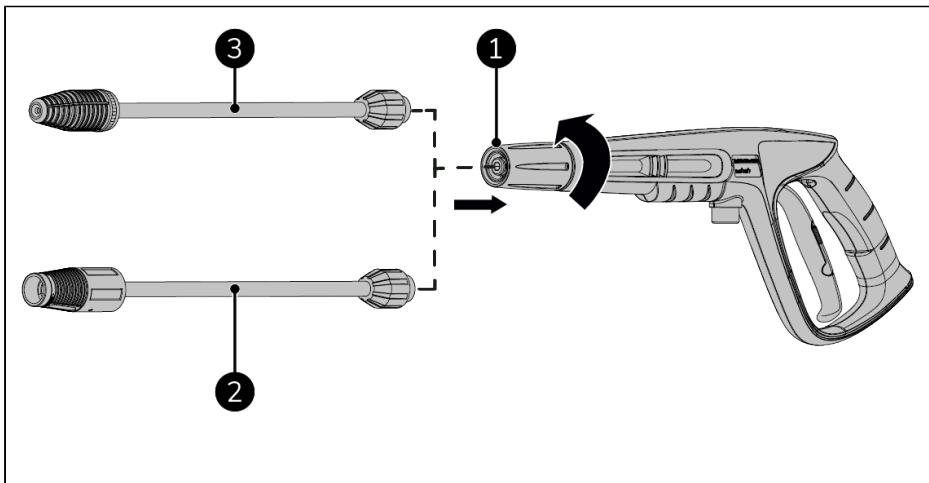

Figure 78.
- Vissez (fermement) sur le pistolet à jet (Figure 78, pos. 1) l'une des buses suivantes :
- la buse réglable (Figure 78, pos. 2), ou ;
- la buse turbo (Figure 78, pos. 3).